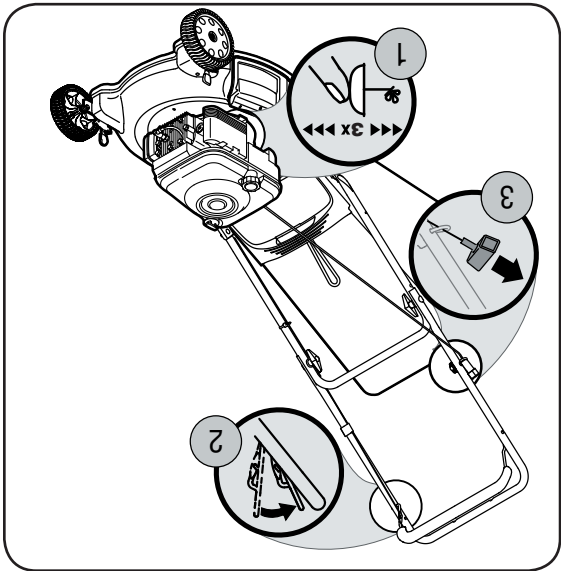

Figure 10
2. Tenez-vous derrière la machine, appuyez sur la poignée de commande de la lame et maintenez-la contre le guidon supérieur, comme à la Figure 10.